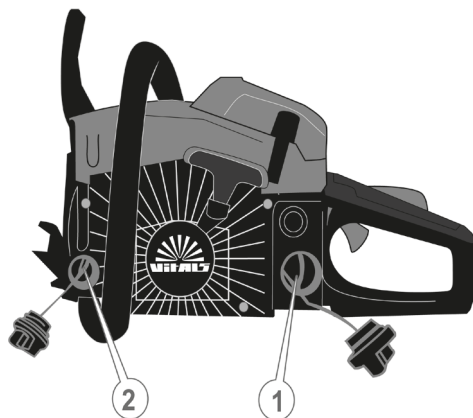

Рисунок 5. Схема розташування горловин бачків для палива та мастила.
відкрутити кришку (1, рис. 5) та через металеву лійку влити суміш, залишивши повітряний прошарок між рівнем палива й горловиною бака для теплового розширення.
5. Повернути кришку паливного бачка (1, рис. 5) на місце.
5.1.5.1 Заправлення мастила для змащування ланцюга (рис. 5).
2. Ретельно очистити поверхню навколо мастильного бачка та кришку бачка для заливання мастила (2, рис. 5) від забруднень, щоб не допустити потрапляння тирси, частинок – пилу та бруду всередину.